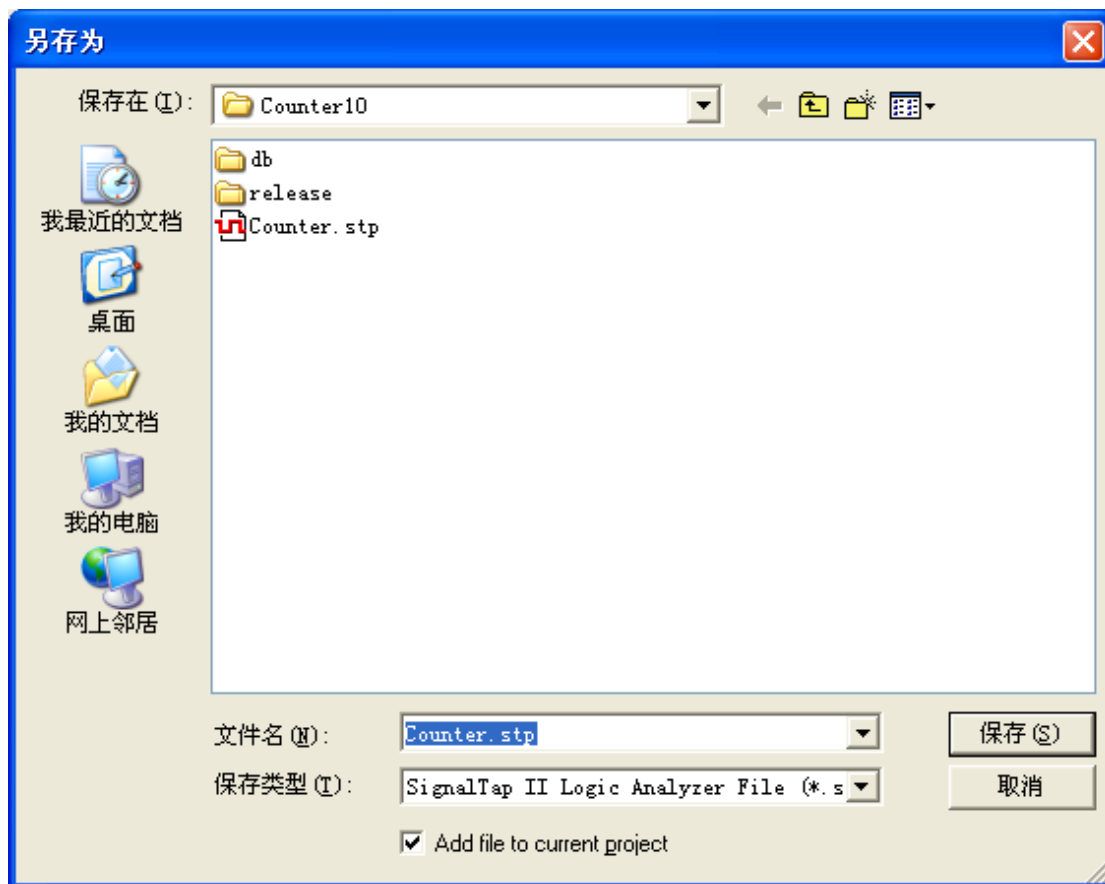

图 3-53 保存 SignalTap II 文件
31. 完成以上步骤后保存 SignalTap II 文件，可取名为 Counter.stp，参看图 3-53。并在询问是否设置为当前工程的 SignalTap 时选“确定”。再到 Quartus 主界面中执行全编译。编译完成后下载文件到 FPGA。